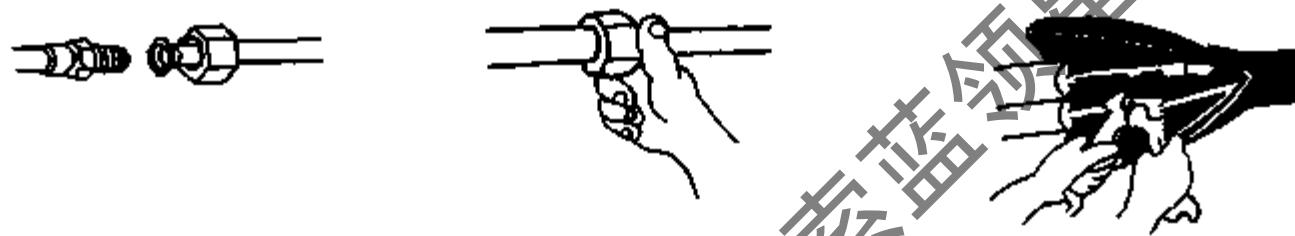

图 7-52 室内外机管道连接
(1) 室内机同连接管相连：
- ① 按室内机和室外机阀门之间的通道使连接管成形。
- ② 取下室内管扩口螺母。
- ③ 从连接管上取下管盖，对好扩口面，用手指逐步上紧螺母，然后用一扳手夹住接头，用另一扳手按表 7-9 所示的力矩将扩口螺母旋紧，见图 7-52。